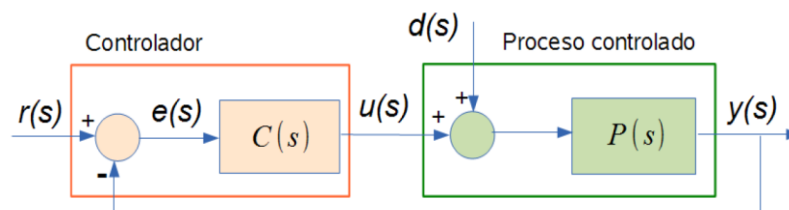

Figura 4: Sistema de control realimentado simple.
2. (50 puntos) Para el sistema de control que se muestra en la Figura 4, considere que la planta tiene un modelo integrante de segundo orden, con ganancia unitaria y constante de tiempo unitaria $P(s) = \frac{1}{s(s+1)}$. Para el controlador suponga una ganancia K_p igual al último dígito de su carné. En caso que el dígito sea cero debe usar 9. Con base en esto obtenga en Matlab dos gráficas separadas para: